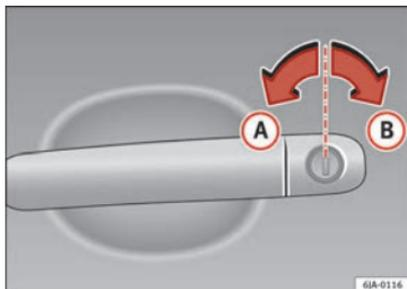

Abb. 122 Positionen des Schlüssels bei Verriegelung und Entriegelung des Fahrzeugs
- Drehen Sie den Schlüssel im Schließzylinder der Fahrertür in Fahrtrichtung bis zur Öffnungsposition  » Abb. 122.
- Drehen Sie den Schlüssel im Schließzylinder der Fahrertür gegen die Fahrtrichtung bis zur Schließposition  » Abb. 122.